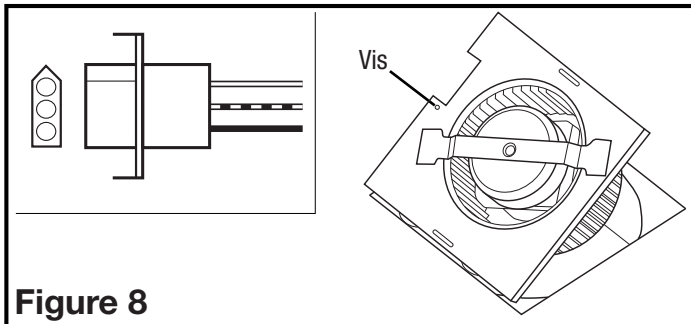

Figure 8
1. Réinstaller le venturi du ventilateur en le tenant à un angle d'environ 45 degrés, accrocher les deux onglets sur le venturi dans les fentes sur le cabinet et fixer en place en serrant les vis du venturi. Faire tourner la roue de la soufflante à la main pour s'assurer qu'elle tourne librement. Brancher le cordon à raccordement rapide dans le réceptacle. Ce cordon ne s'ajuste que d'une seule façon dans le réceptacle (Figure 8).